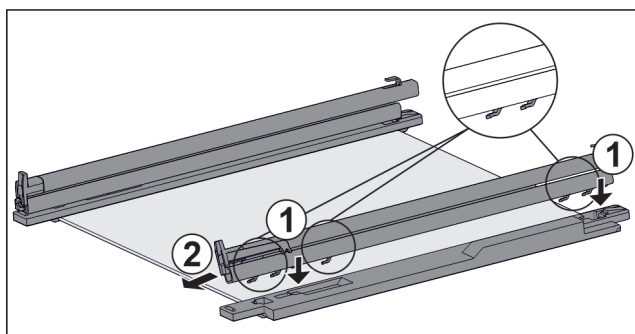

Fig. 122 Ripiano in vetro con guide e fermi
- Inserire il gancio della guida sulle aperture del **gancio** sinistro. Fig. 122 (1)
- Tirare la guida in avanti. Fig. 122 (2)
- Inserire il gancio della guida nelle aperture del **gancio** destro. Fig. 122 (1)